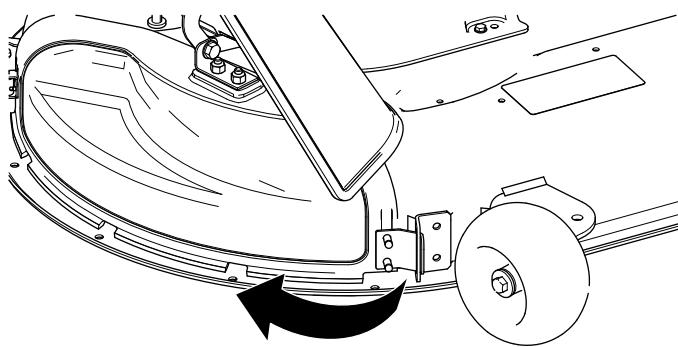

**Figura 14**
3. Înclinai proeminența metalică de pe capacul de evacuare în fața din suportul sudat de pe puntea mainii de tuns iarba (Figura 14).